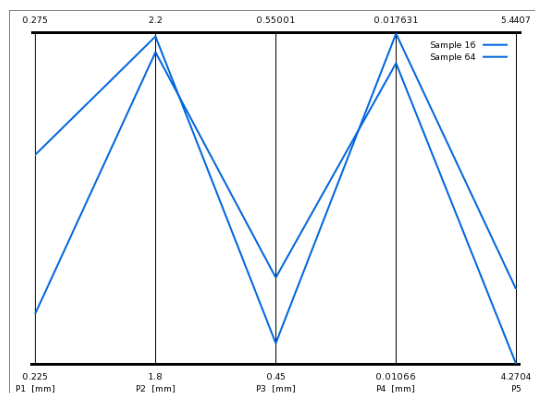

图 26-48 样本图
7) 在 Outline of Schematic C2: Optimization 中, 单击 16 行可以查看样本图, 如图 26-48 所示。